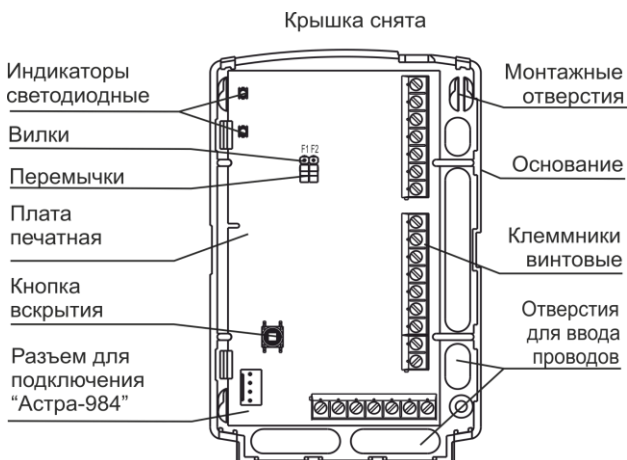

Рисунок 2
**4.1** Конструктивно БРС выполнен в виде блока, состоящего из основания и съемной крышки. Внутри блока смонтирована печатная плата с радиоэлементами (рисунок 2).
- 6) Подключить устройство сопряжения «Астра-984» к плате БРС, используя специальный разъем на плате БРС (см. рисунок 2).